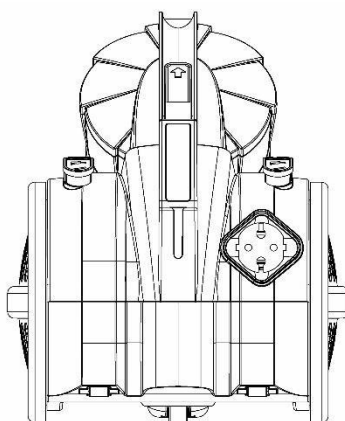

Fig. 8
2. Îndepărtați colectorul de praf împreună cu sistemul de curățare apăsând butonul de blocare și trageți containerul către dvs., ținându-l de mâner. (Fig. 8)